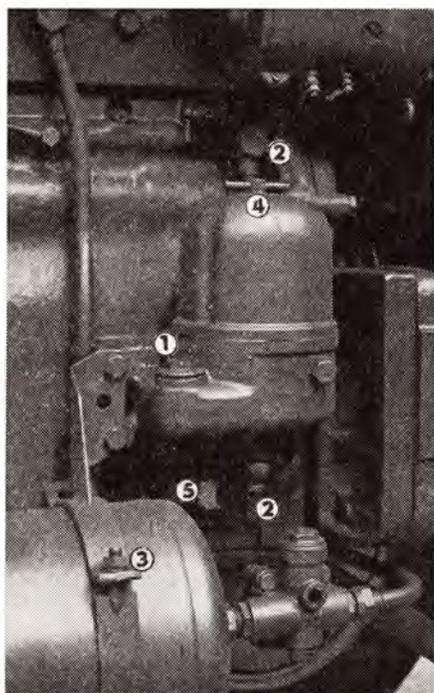

Abb. 9
1. Die Hohlschraube, welche das Ölrohr an den Ölfilter und an den Kurbelkasten befestigt (Abb. 9/2), ist auszuschrauben.
2. Die Muttern M 10 der Luftbehälter-Konsole (Abb. 9/3) sind zu lockern.
1. Die Flügelmutter ist vom Deckel des Filters (Abb. 9/4) abzuschrauben und der Deckel ist abzunehmen.
Kasten des Zentrifugalfilters angeordnet ist (Abb. 9/1), eingefüllt.